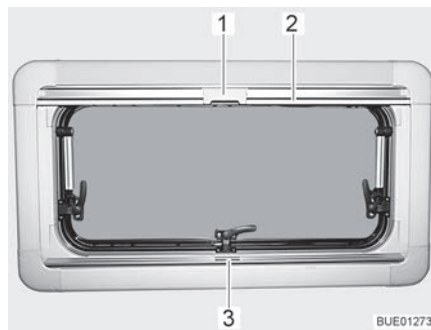
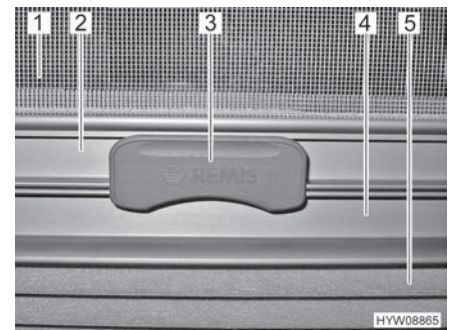

Bild 33 Ausstellfenster
Bild 34 Raste
Die Faltverdunklung (Bild 34,5) befindet sich im unteren Rollokasten.
- Faltverdunklung in der Mitte der Griffleiste (Bild 33,3 und Bild 34,4) fassen, von unten nach oben ziehen und auf der gewünschten Höhe loslassen. Die Faltverdunklung bleibt in dieser Höhe stehen.
Insektenschutzrollo Das Insektenschutzrollo (Bild 34,1) befindet sich im oberen Rollokasten.
- Insektenschutzrollo an der Griffleiste (Bild 33,2 und Bild 34,2) nach unten ziehen, bis es an der Griffleiste der faltverdunklung (Bild 34,4) anstößt.
- Raste (Bild 33,1 und Bild 34,3) am Insektenschutzrollo mit der Griffleiste der faltverdunklung verriegeln. Wenn die Raste verriegelt ist, können faltverdunklung und Insektenschutzrollo gemeinsam verstellt werden.
- Raste (Bild 34,3) am Insektenschutzrollo oben drücken.
- Insektenschutzrollo an der Griffleiste (Bild 33,2) langsam zurückführen.